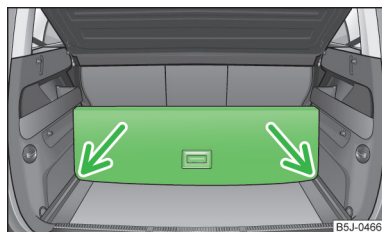

Fig. 68
- Sollevare la parte del piano di carico dall'impugnatura e quindi fissarla facendola scivolare all'interno delle scanalature contrassegnate dalle frecce » fig. 68.